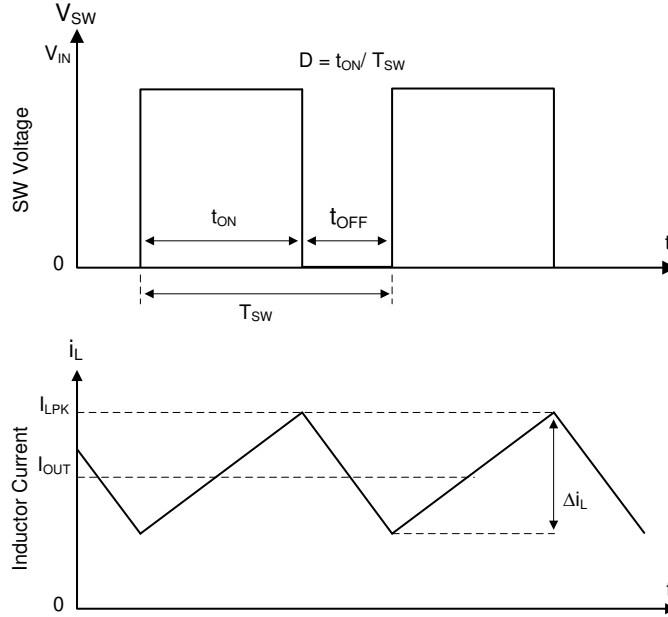

图 6-1. 连续导通模式 (CCM) 下的 SW 节点和电感器电流波形
TPSM843321 的以下运行说明涉及功能方框图和图 6-1 中的波形。TPSM843321 是一款同步降压转换器，具有集成式高侧 (HS) 和低侧 (LS) MOSFET (同步整流器)。TPSM843321 通过使用受控的占空比打开高侧和低侧 NMOS 开关来提供稳定的输出电压。高侧开关导通期间，SW 引脚电压上升至约  $V_{IN}$ ，电感器电流  $i_L$  以线性斜率  $(V_{IN} - V_{OUT})/L$  增加。当高侧开关被控制逻辑断开时，低侧开关在经过反击穿死区时间后将会导通。电感电流通过低侧开关以斜率  $-V_{OUT}/L$  放电。降压转换器的控制参数为占空比  $D = t_{ON}/t_{SW}$ ，其中  $t_{ON}$  是高侧开关导通时间， $t_{SW}$  是开关周期。转换器控制环路通过调整占空比  $D$  来维持恒定的输出电压。在可忽略损耗的理想降压转换器中， $D$  与输出电压成正比，与输入电压成反比： $D = V_{OUT}/V_{IN}$ 。